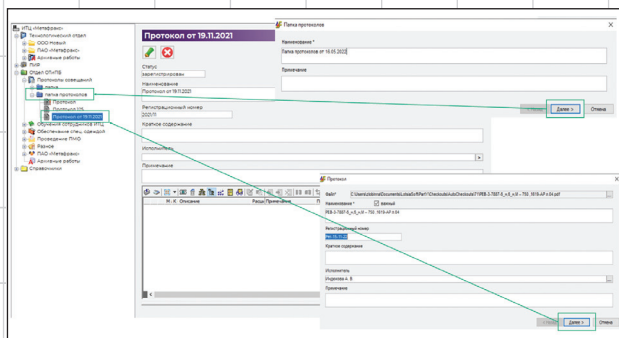

Рис. 47. ОТиПБ: протоколы совещаний
- с помощью реализованной структуры работы с протоколами система позволяет размещать и обрабатывать протоколы совещаний (рис. 47). Протоколы совещаний регистрируются по мере появления и хранятся в соответствующей папке структуры;